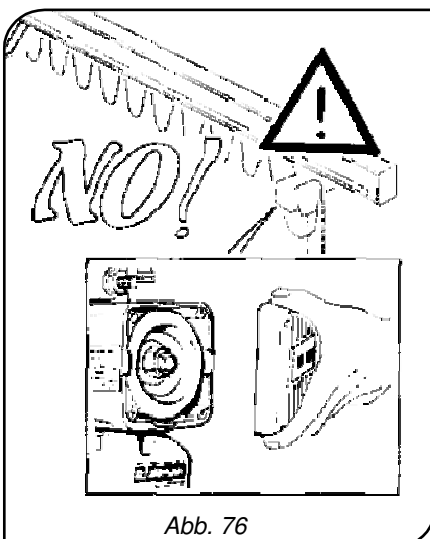

Abb. 76
- **NIE** die Einstellungen der Sicherheitsvorrichtungen (Endschalter, Reibungsvorrichtung) verändern - (Abb. 76)